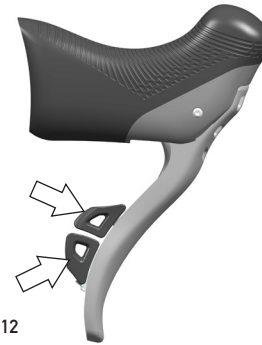

Fig.12
- Presionando la maneta inferior, el cambio baja (Fig.12).
- Presionando la maneta superior, el cambio sube (Fig.12).